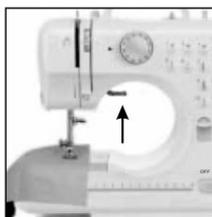

Рис.7
1. Поверните маховое колесо сбоку швейной машинки против часовой стрелки, чтобы поднять иглу в крайнее верхнее положение. Поднимите прижимную лапку и расположите ткань, которую Вы хотите шить под лапку (рис. 7).